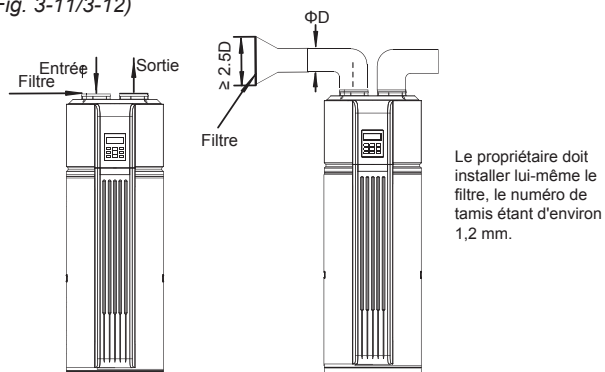

Fig. 3-11 HWHM-TDF190/1.5-H31
- 5) Pose du filtre à l'entrée de l'appareil. Dans le cas d'un appareil avec gaine, le filtre doit être installé au niveau de l'entrée de la gaine. (Fig. 3-11/3-12)